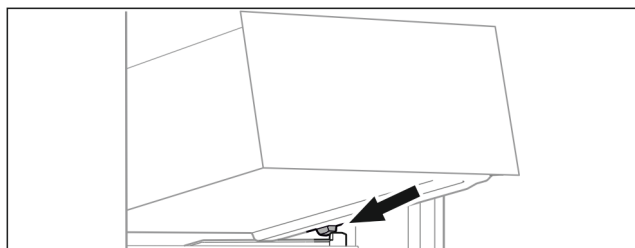

Fig. 69
- Schubfach schräg hinter den Stopper auf Behälterrippe aufsetzen. (siehe Fig. 69)